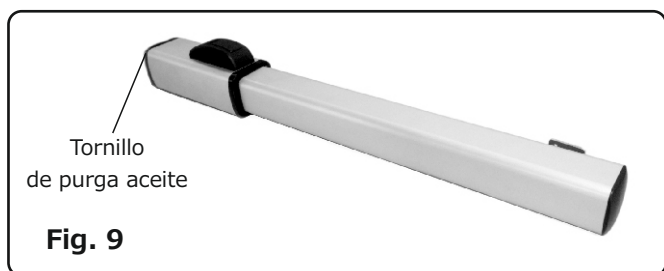

Fig. 9
- quite el tornillo de purga (Fig. 9)